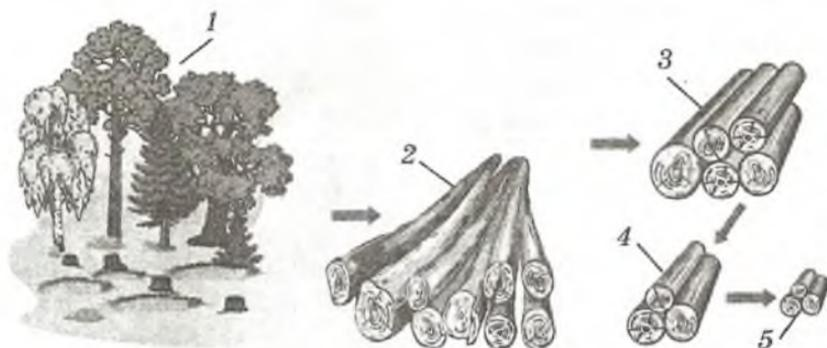

Рис. 5. Получение лесоматериалов: 1 — деревья в лесу, 2 — хлысты, 3 — бревна, 4 — кряжи, 5 — чураки
4. Лесоматериалы: хлысты, бревна, кряжи, чураки (рис. 5).